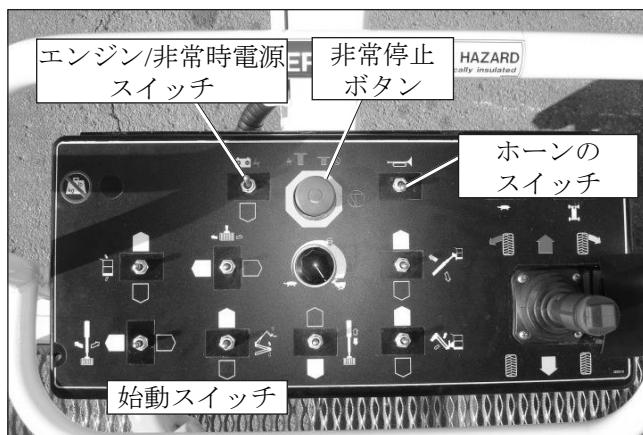

図 7.14 - 上部操作盤
3. 上部操作盤で、非常停止ボタンを引き出します（図 7.14 を参照）。
3. 上部操作盤で（図 7.14 を参照）、非常停止ボタンを引き出し、始動スイッチをオン位置にします。
本機にはオプションのホーンが付いている場合があります。ホーンスイッチ（図 7.14 を参照）を操作し、警告音が鳴ることを確認します。